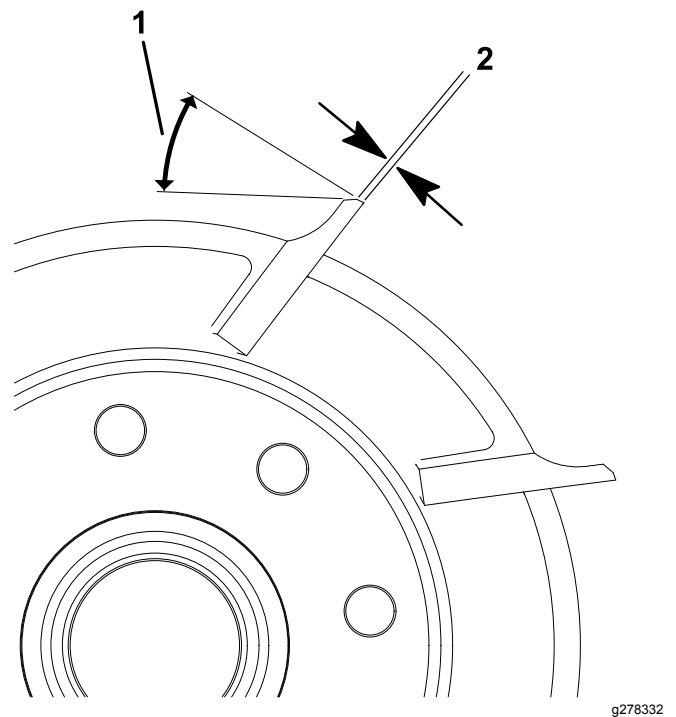

Figura 19
1. Applicare un'ulteriore rettifica di 30 gradi sulle lame del cilindro in modo da ottenere una larghezza da 0,76 a 1,27 mm (Figura 19).